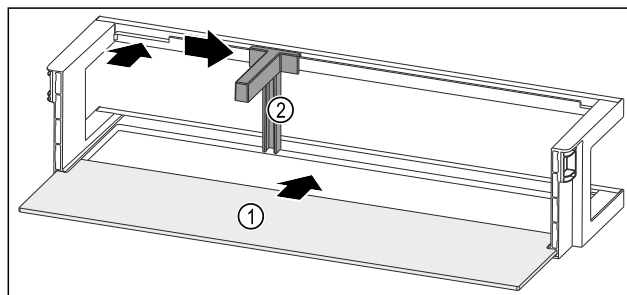

Fig. 165 Balconnet de contre-porte avec tablette de rangement
- Insérer la tablette de rangement Fig. 165 (1) dans les évidements latéraux.
- Insérer le range-bouteilles Fig. 165 (2) dans l'évidement.
- Pousser le range-bouteilles Fig. 165 (2) sur le côté en position souhaitée.